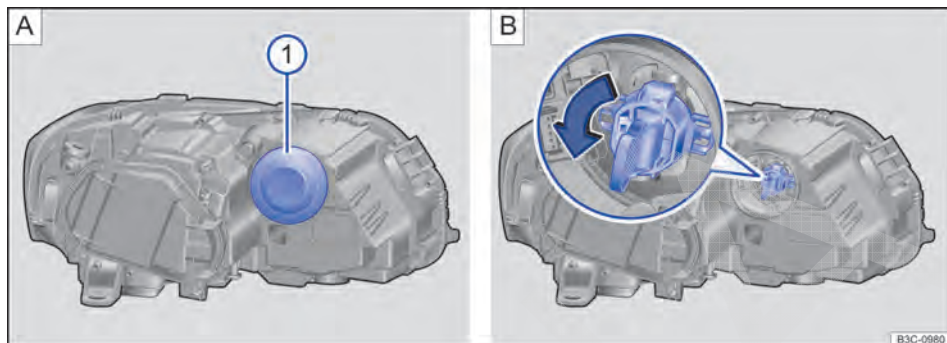

Fig. 248 No compartimento do motor: cobertura do indicador de direção do farol dianteiro esquerdo.
3. Remover a cobertura de borracha ⇒ Fig. 248 A ① na parte traseira do farol.
4. Girar e retirar o suporte da lâmpada no sentido da seta ⇒ Fig. 248 B.
9. Colocar o suporte da lâmpada e girar contra o sentido da seta ⇒ Fig. 248 B de volta para a posição original.
10. Colocar a cobertura de borracha ⇒ Fig. 248 A ①.